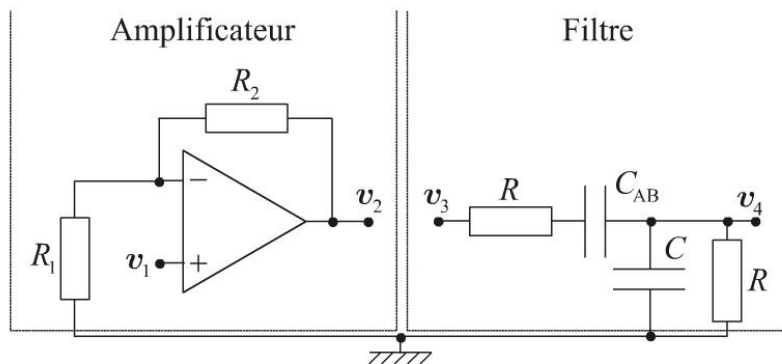

Figure 8 : Schéma de principe de la mesure.
- Le capteur de capacité C_{AB} est utilisé dans le circuit de la figure 8, constitué de deux blocs amplificateur et filtre.